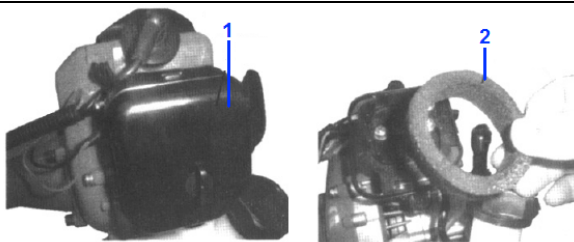

Fig.15
- Aggiungere e applicare alcune gocce di olio, poi rimontare l'elemento. (Fig.15)